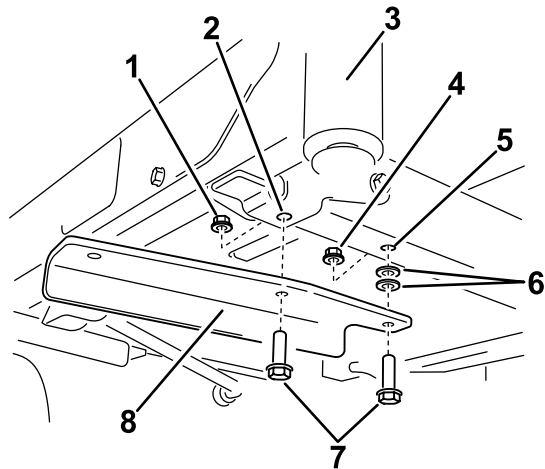

Figura 5
4. Montate la staffa sinistra sulla parte inferiore del telaio mediante 2 bulloni ($\frac{3}{8}$ " x $1\frac{1}{4}$ ") 2 rondelle e 2 dadi di bloccaggio ($\frac{3}{8}$ ") (Figura 5).